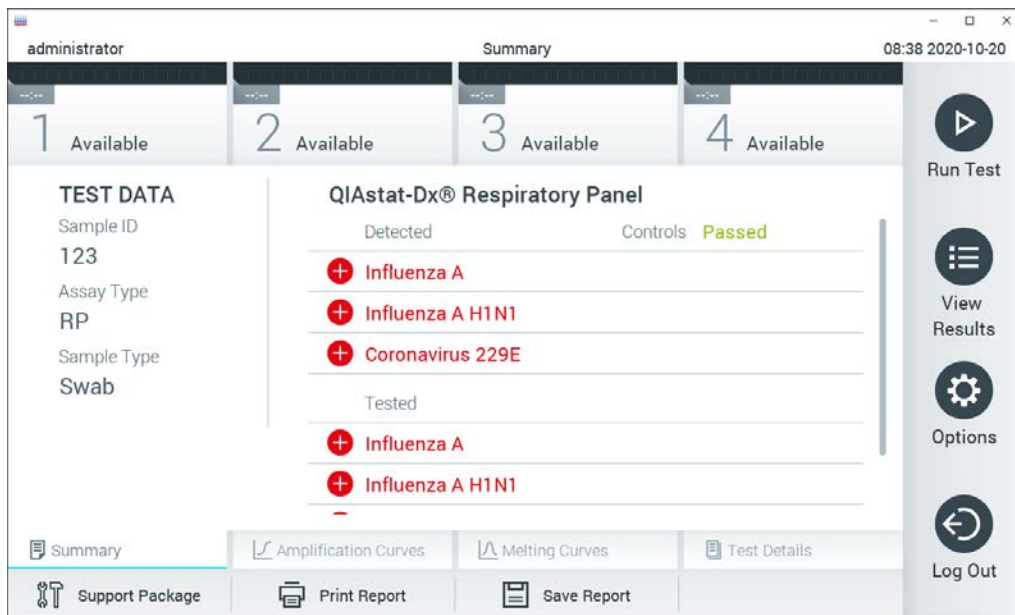

Figura 30. Schermata Summary (Riepilogo) dei risultati.
11. Dopo l'espulsione della cartuccia d'esame QIAstat-Dx, comparirà la schermata Summary (Riepilogo) (Figura 30). Per ulteriori informazioni, consultare la Sezione 5.4.